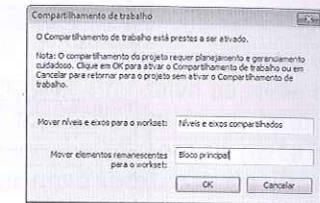

Figura 19.51 – Janela Compartilhamento de trabalho.
2. Em seguida, vamos iniciar o workset pela aba **Colaborar > Worksets**. Ao selecionarmos **Worksets**, surge a janela de diálogo da Figura 19.51, em que devemos definir o nome dos dois **worksets** iniciais: o de nível e eixos compartilhados e mais um para iniciar – que, neste exemplo, chamamos de **Bloco principal**.